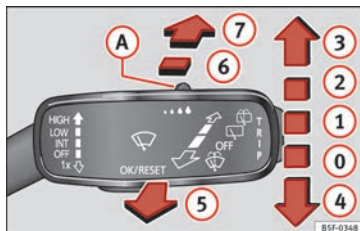

Bild 41 Styra vindrutetorkare och bakrutetorkare.
Intervalltorkning med vindrutetorkarna. Med reglaget » **Bild 41** (A) ställs intervallet in (fordon utan regnsensor) eller regnsensorns känslighet.